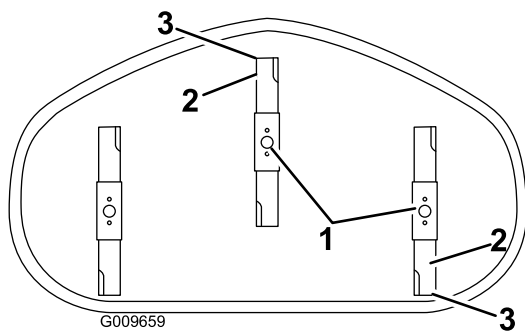

Figure 57
4. Faites pivoter les lames avec précaution pour faire passer les pointes avant à l'arrière (Figure 57).
5. Mesurez la distance entre la pointe de la lame avant et la pointe de la lame arrière par rapport à la surface plane (Figure 57).
de la lame soit de 1,6 à 8 mm (1/16 à 5/16 po) plus bas de la pointe arrière (Figure 57).